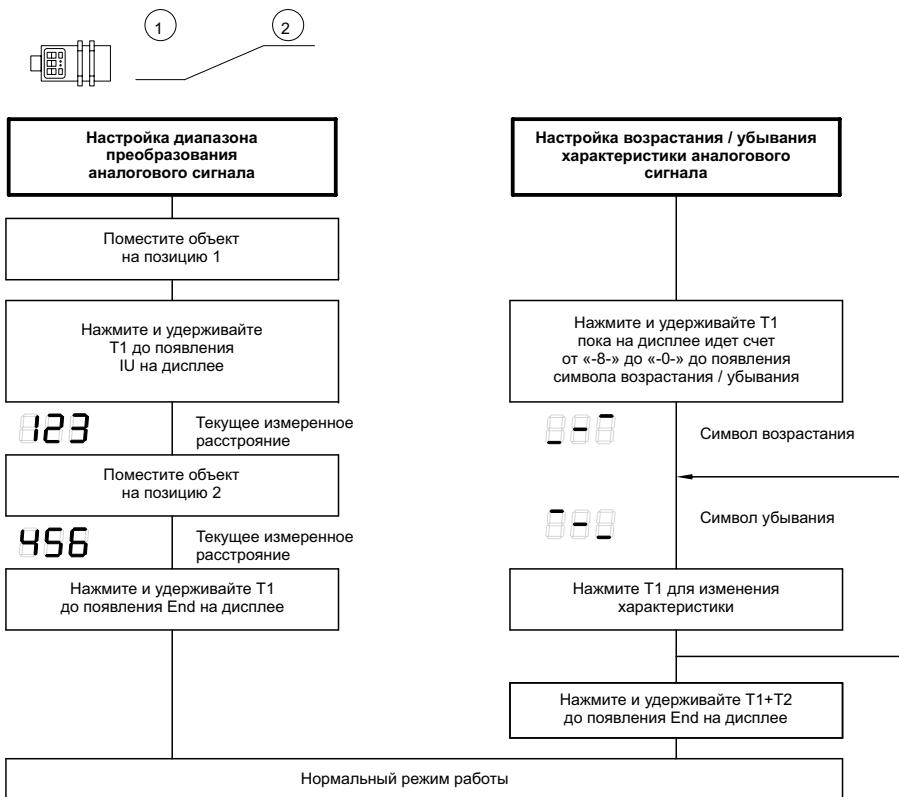

Рисунок 19 – Задание параметров с помощью процедуры «обучения» для датчика *mic+.../IU/TC*
- С помощью процедуры обучения на объекте (см. рисунок 19).